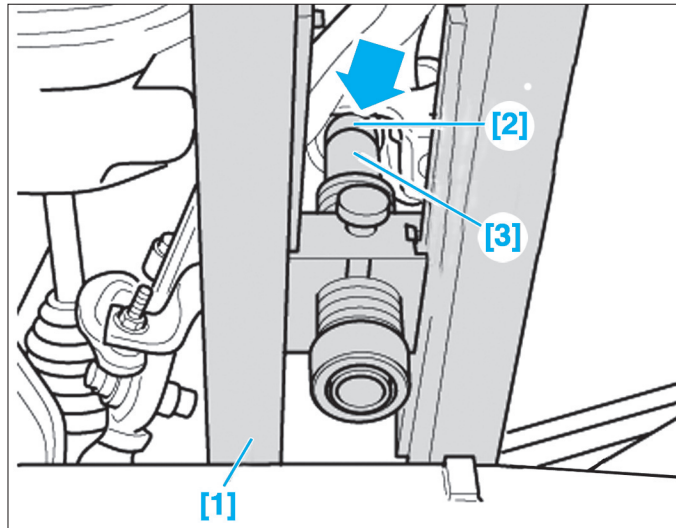

Fig. 3
- Avec le châssis 1BA : Mettre en place la barre de réglage de la variation de parallélisme [1] à l'aide des adaptateurs [2] et [3] (Fig.3).
- Placer l'adaptateur outil [4] sur les adaptateurs [2] ou [3] du gabarit d'écartement (Fig.3).